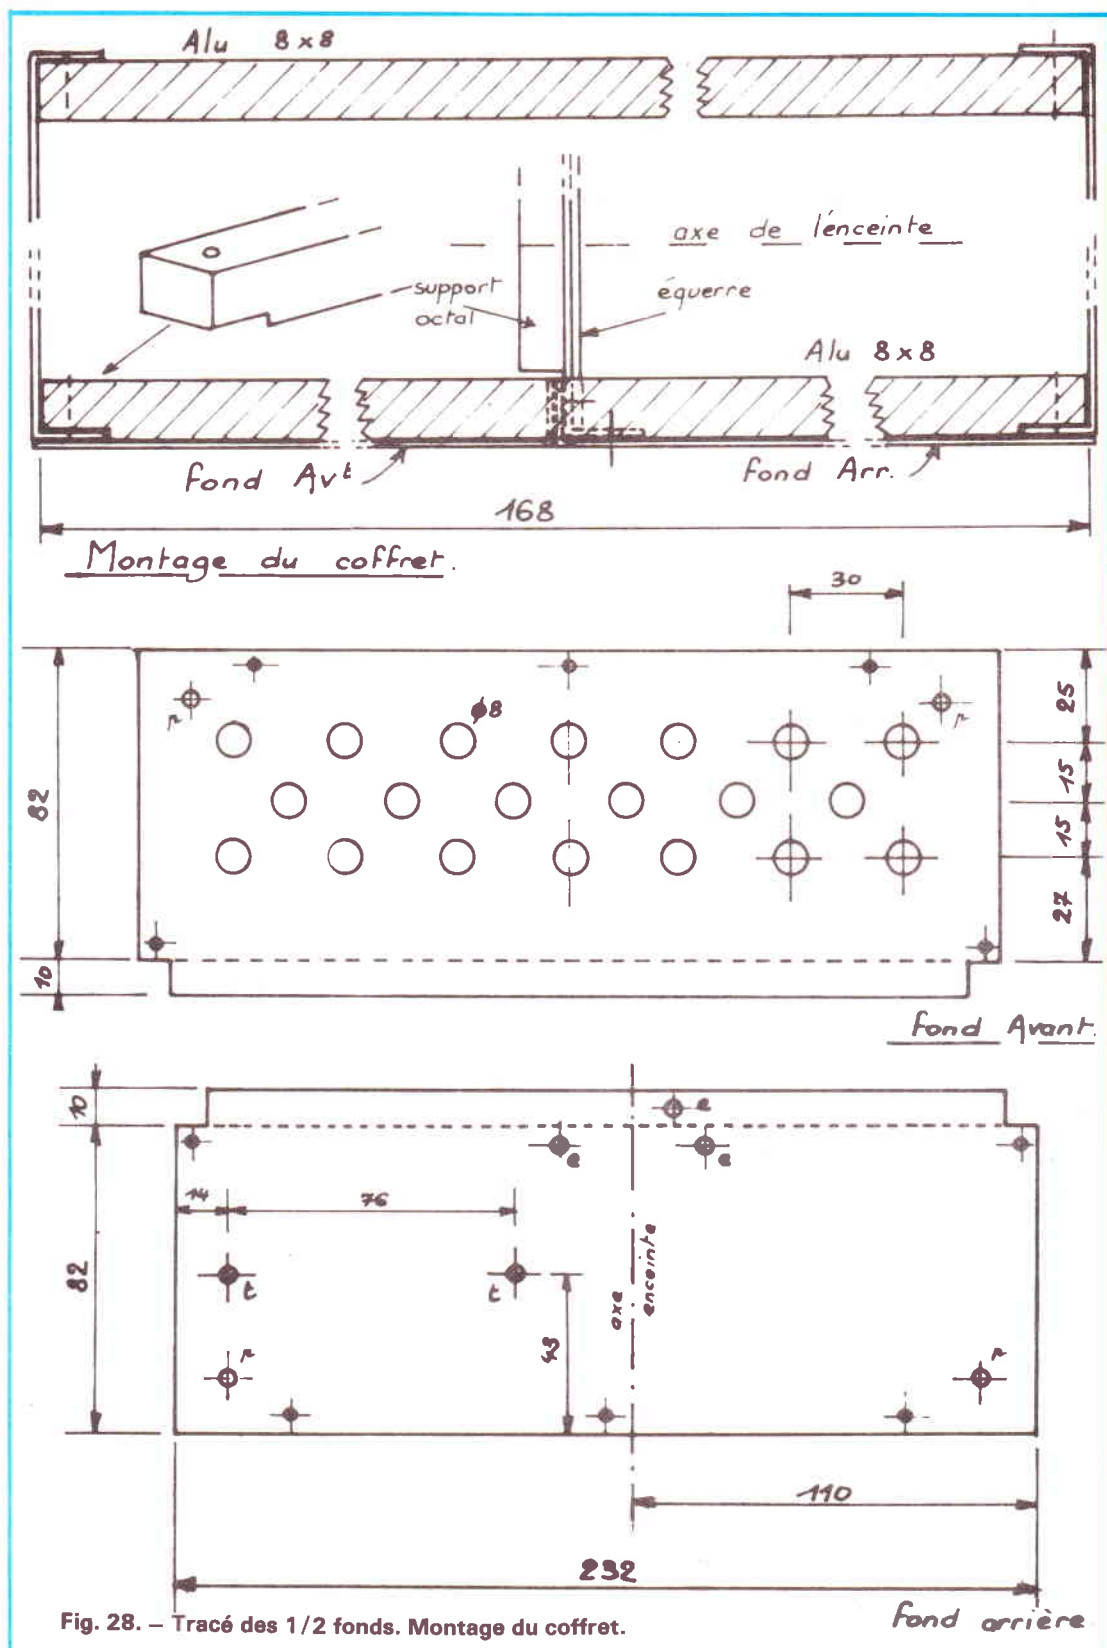

Fig. 28. - Tracé des 1/2 fonds. Montage du coffret.
– **Partie arrière.** C'est une simple plaque d'aluminium à un rebord lui donnant sa rigidité. Y percer les trous de fixation de 2,5 mm. Poser cette partie à son emplacement sur l'ossature (voir fig. 28). Pointer les trous dans les règles et le rebord bas de la face arrière. Percer à 1,5 mm dans ce rebord et à 2 mm dans les règles. La fixation se fait par vis à tôle de 6,5 mm de long. N.B. Dans le cas de l'utilisation de l'enceinte LPE, il faudra attendre pour ce travail que l'enceinte soit fixée sur le fond arrière. Lorsque celui-ci sera en place, la tête de l'en-